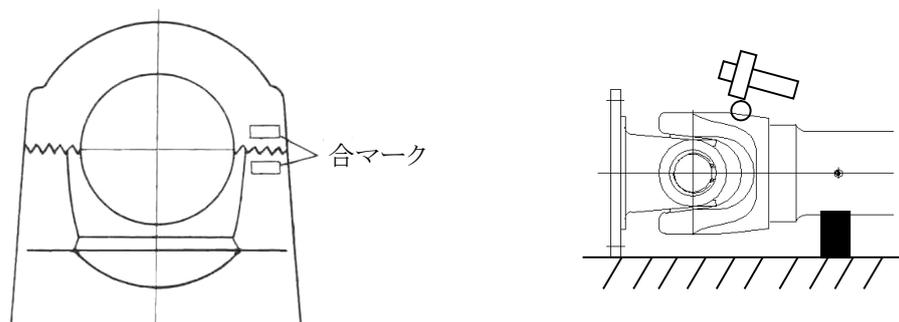

図 1 7
- ヨークとベアリングキャップには合マークが図 1 7 の箇所記号が刻印されていますので、必ず同一記号であることを確認して下さい。